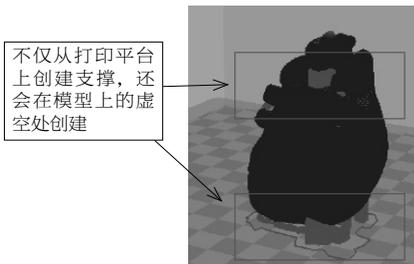

图 3-91 “任何地方”支撑方式
- 任何地方：会在模型的所有悬空位置都创建支撑结构，如图 3-91 所示。